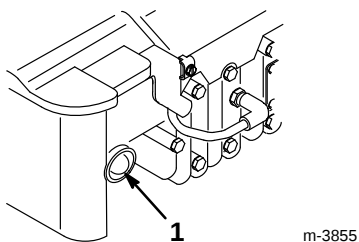

Figure 5
1. Pousser trois fois sur l'amorceur (cinq fois si la température est inférieure ou égale à 13°C/55°F), à 2 secondes d'intervalle (Fig. 5).